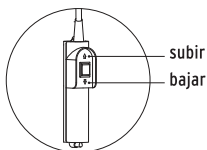

FIG.5
1. Para operar el interruptor de potencia, tome en su mano el mango de control. Presione la parte superior del interruptor de potencia para enrollar el cable (subir la carga). Presione la parte baja del interruptor de potencia para desenrollar el cable (bajar la carga). Evite hacer secuencias rápidas de apagado / encendido (FIG.5).